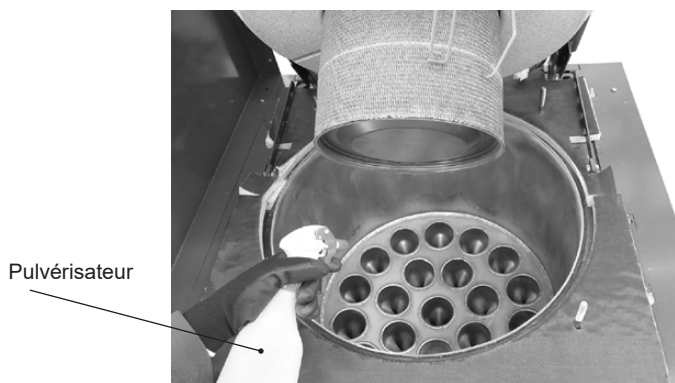

Fig. 53
- Vaporiser les surfaces d'échange avec un détergent sans chlorure et contenant du phosphore (par ex. désoxine) (Fig. 53), laisser agir et rincer avec le jet d'eau d'un nettoyeur haute pression.